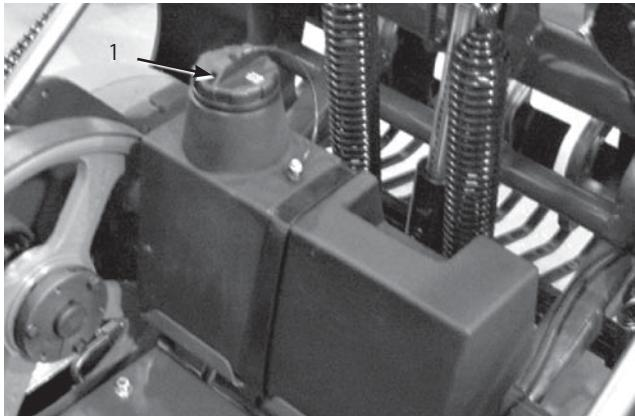

図14
3. 油圧タンク(図14)の補給口の周辺をきれいに拭く。給油口からキャップを取り.